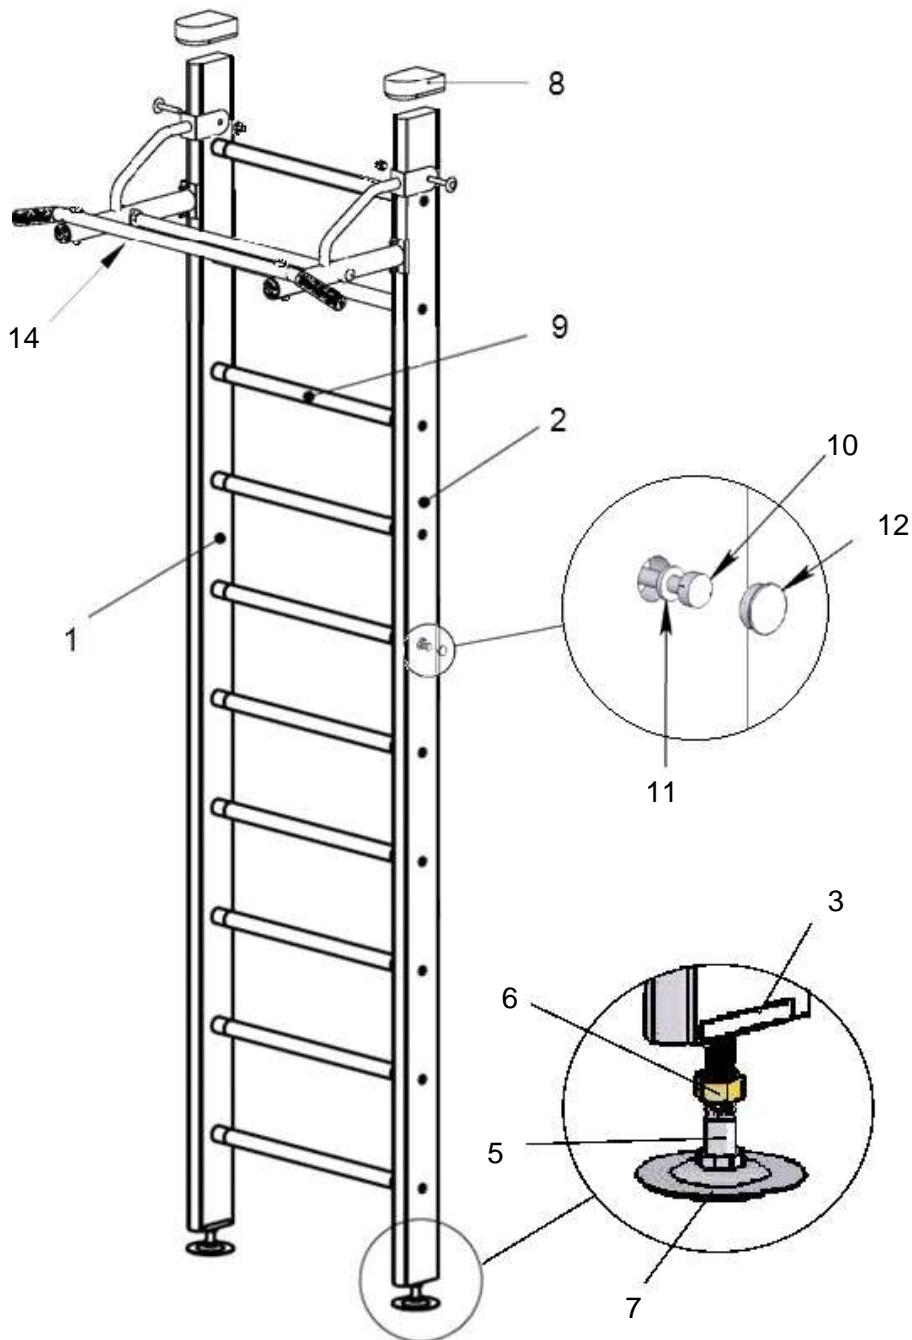

рисунок 1
4.2. Измерить высоту помещения на месте предполагаемой установки Комплекса. Из размера высоты помещения вычесть 5-6 см и величину полученного результата нанести на вертикальные стойки поз 4 и 5 (рис.1). Разметку вести с нижнего торца, на котором имеется осевое отверстие. Проверить правильность разметки. Отпилить верхние концы стоек по сделанной разметке перпендикулярно боковым сторонам.
4.5. На **стойки** (№№1,2) со стороны потолка установить **упоры верхние** (№8), как показано на рис.1.